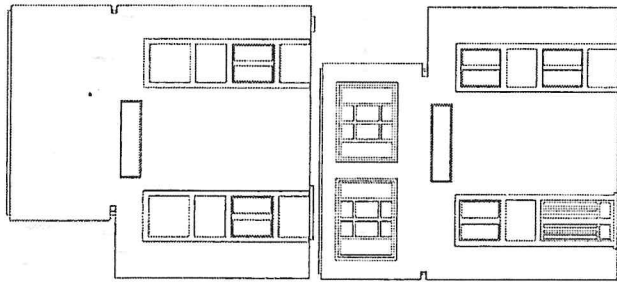

Fig. 1
- Parete esterna in cartone [fig.1, 1], precedentemente colorata;
- Foglio ad imitazione dei serramenti [fig.1, 2];
- Foglio PVC trasparente [fig.1, 3];
- Controparete interna in cartone [fig.1, 4], con incastri sporgenti sul lato inferiore.